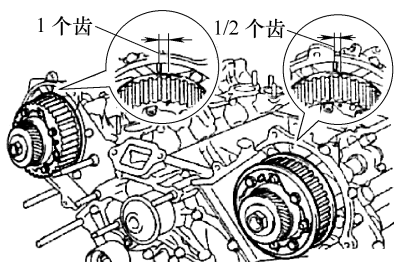

图 1-25 转动正时带轮
- 顺时针轻轻转动凸轮轴正时带轮, 以使正时带的安装更容易, 见图1-25。